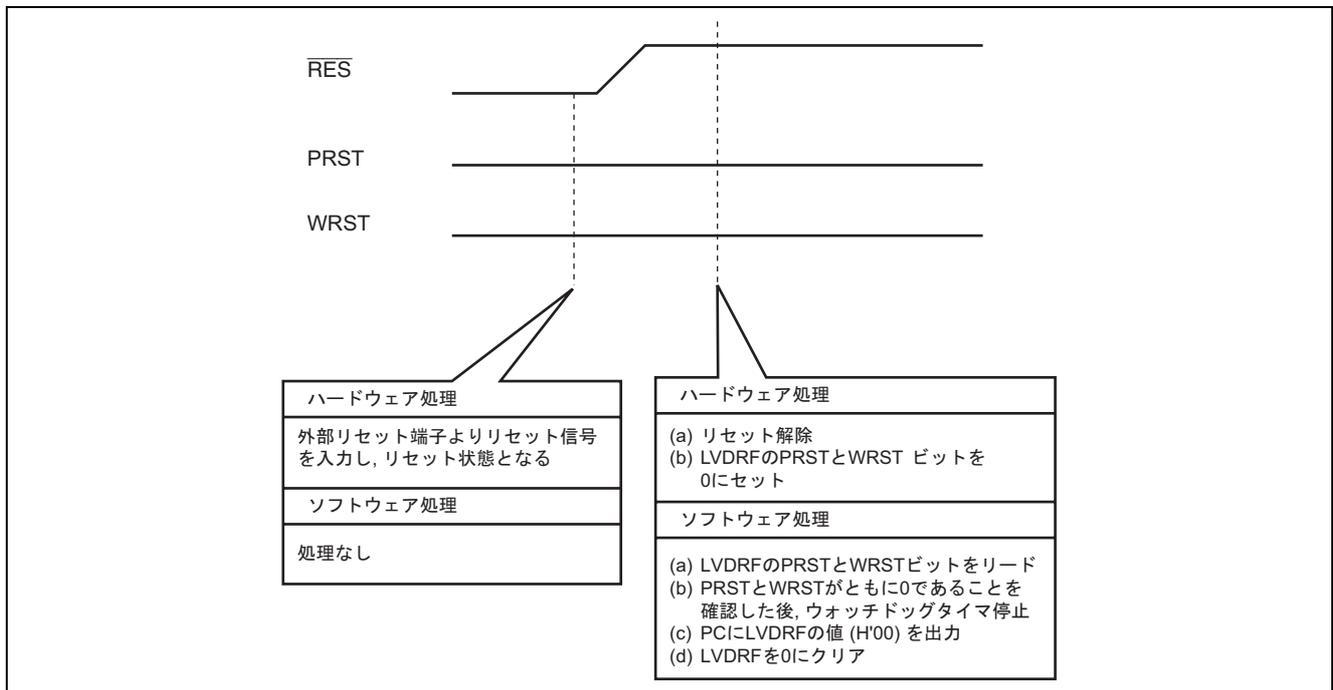

図7 外部リセット端子  $\overline{\text{RES}}$  によるリセットの動作説明
4. 図7に外部リセットの動作説明を示します。図7に示すようなハードウェア、ソフトウェア処理により、外部リセット端子  $\overline{\text{RES}}$  よりリセット入力信号が発生したとき、リセット解除後にLVDRFレジスタをリードすることにより、リセットの要因を判別します。